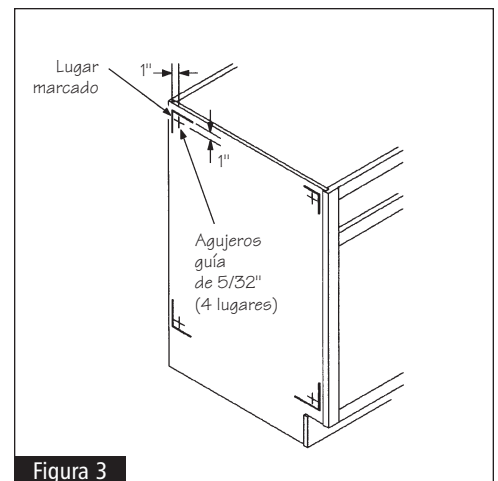

Figura 3
- 3 Saque la puerta y mida una pulgada hacia el interior desde las esquinas que han sido marcadas en el panel lateral en el paso 2. Con una broca de diámetro de 5/32", haga los agujeros guía a través del panel lateral del gabinete en los lugares marcados. Vea la figura 3.